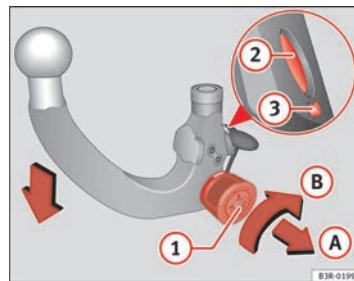

Fig. 155 Dispositivo desmontable para remolque: Pretensar la rótula
- Introduzca la llave ① ⇒ página 211, fig. 155 en la cerradura de la rueda moleteada y gírela en dirección a la marca roja.
- Tire de la rueda moleteada en la dirección que indica la flecha **A** y gírela a continuación sin dejar de tirar de ella en la dirección de la flecha **B** hasta que el perno de bloqueo ② encastre y pueda verse que la palanca de desenclavamiento ③ sale ⇒ .